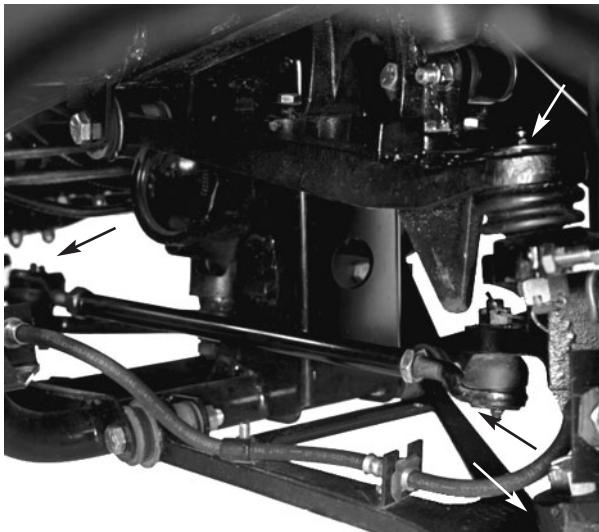

Figure 28
Emplacements et nombre de graisseurs : Embouts de biellettes (4) (Fig. 28), rotules avant (4) (Fig. 28), arbres d' entraînement arrière (18) (Fig. 29), bagues de pivots avant (2) (Fig. 30), arbre de transmission intermédiaire - 4RM seulement (3) (Fig. 31), pivots de pédales (4) (Fig. 32), arbre de direction (1) (Fig. 33) et bras d'accélérateur (1) (Fig. 34).